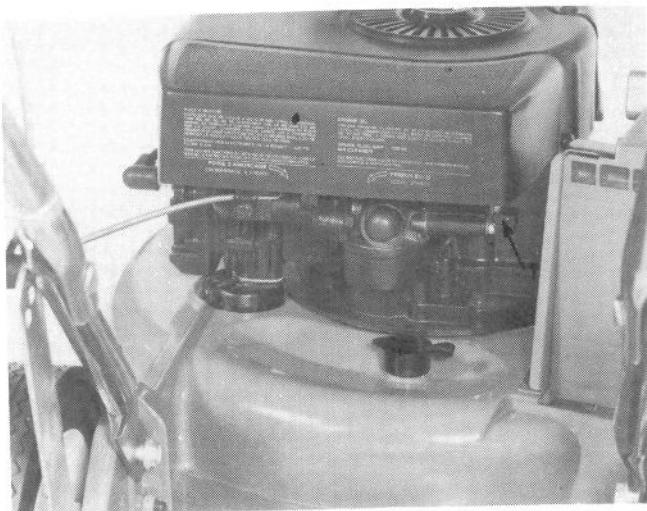

Figure 29
2. Placez vos doigts sous le côté droit du couvercle et levez-le (Fig. 29). Nettoyez l'intérieur et l'extérieur du couvercle s'il est encastré.